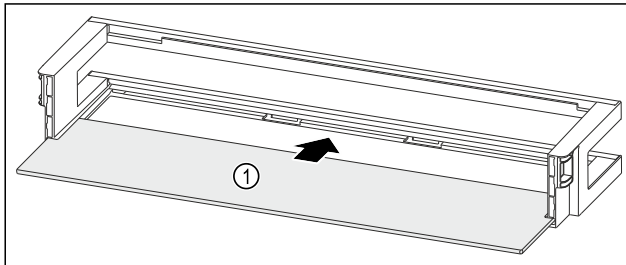

Fig. 119 Raft montat pe ușă cu raft
- ▶ Împingeți în interior raftul Fig. 119 (1) în degajările laterale.